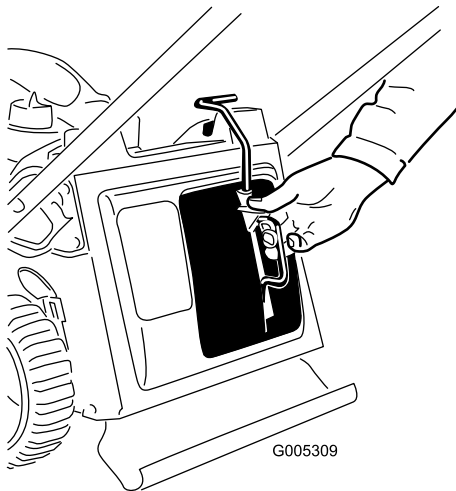

Figura 29
1. Retire el tapón de reciclado (Figura 29).